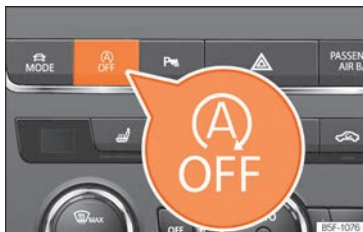

Abb. 262 Mittelkonsole: Systemtaste Start-Stopp.
- Um das Start-Stopp-System manuell aus-/einzuschalten, drücken Sie die Taste » **Abb. 262**.